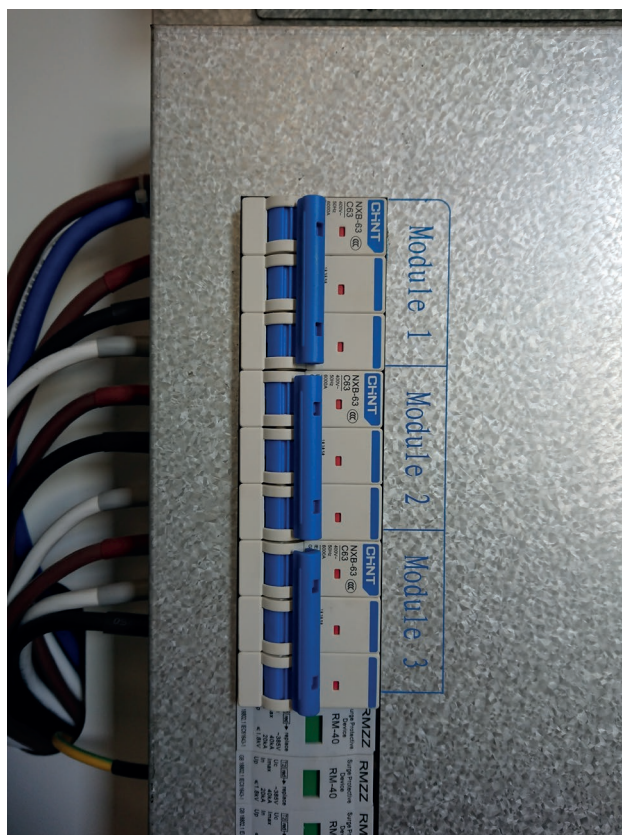

Figura 4: Interruttori Moduli DC
5. Una volta alimentata la linea principale, accendere gli interruttori dei singoli moduli DC (Figura 4) e successivamente accendere la colonnina posizionando su ON l'interruttore generale. (Figura 1)